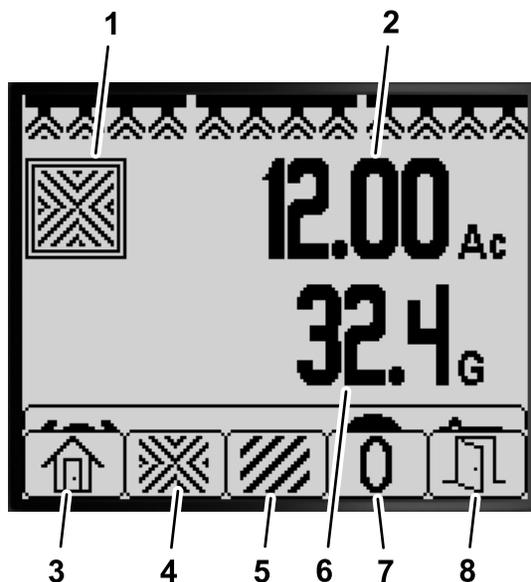

Bild 76
1. Halten Sie auf dem Homebildschirm eine beliebige Taste gedrückt, um die Menüleiste anzuzeigen (Bild 75 und Bild 76).
2. Drücken Sie die Taste 2, um den Gesamtfläche-Bildschirm anzuzeigen (Bild 76).
3. Führen Sie die folgenden Aktionen mit den InfoCenter-Tasten aus (Bild 76).